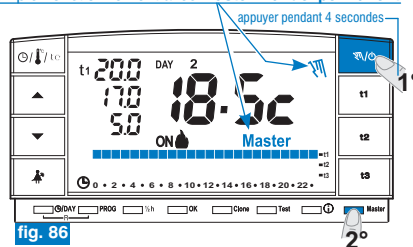

fig. 86
- sur le chronothermostat MASTER, appuyer sur la touche "M/O" (environ 4 secondes) pour entrer en fonctionnement manuel permanent; le symbole "M" devient fixe (voir plus de détails au paragraphe 7.1 point B) (exemple sur la fig. 86). Appuyer brièvement sur la touche "Master": sur l'écran, l'inscription **Master** s'allume fixement.